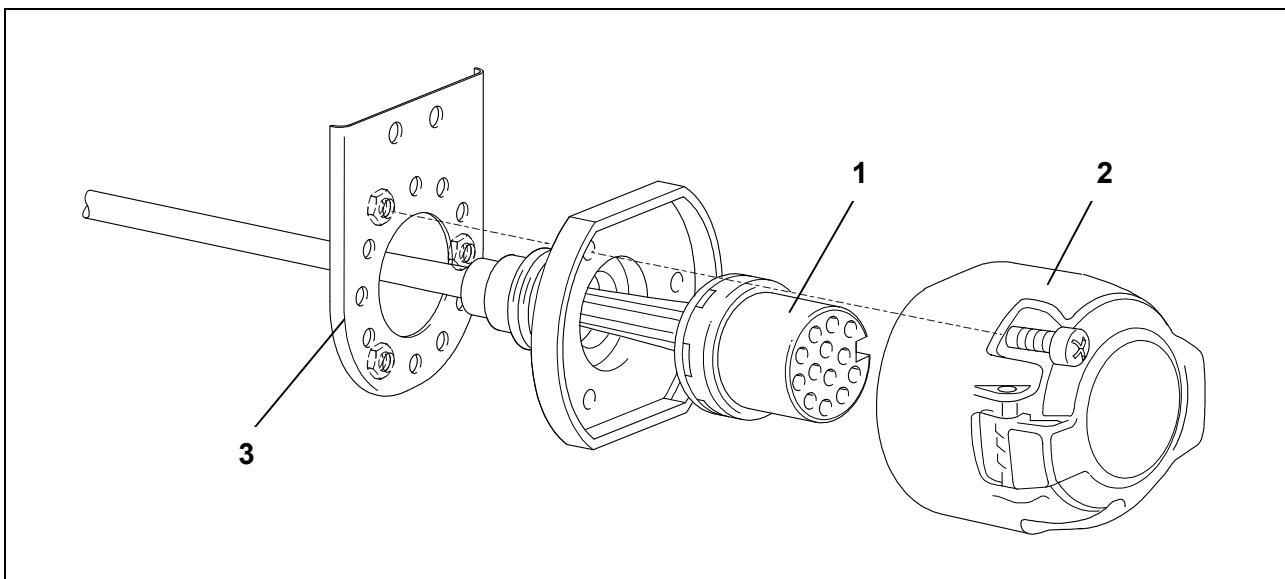

Fig. 2: Montar la caja de enchufe
7. Encajar el elemento de contacto (fig. 2/1) en el cuerpo de la caja de enchufe (fig. 2/2) y estirar la junta de goma a la caja de enchufe.
8. Atornillar la caja de enchufe con los tornillos premontados a la chapa de sujeción (fig. 2/3), par de fuerzas: máx. 2,0 Nm.